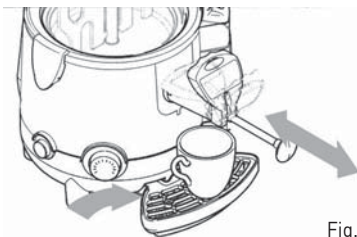

Fig. 12
- Als het product erg dik is, dan is het raadzaam om de staaf zo ver mogelijk naar buiten te trekken; eventuele verstoppingen in de afgiftelijn kunnen worden verwijderd door de staaf heen en weer te schuiven terwijl u de machine op zijn plaats houdt, zoals getoond in fig.12